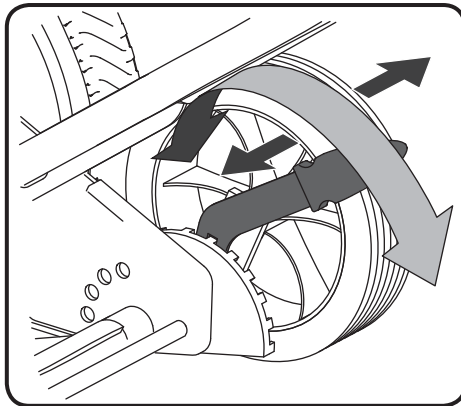

Fig. 4
- Déplacez le levier de réglage de la hauteur à droite vers l'extérieur, puis positionnez-le vers l'avant (pour réduire la hauteur de coupe) ou vers l'arrière (pour augmenter la hauteur de coupe) avant de le relâcher dans l'encoche à la hauteur souhaitée (Fig.4).